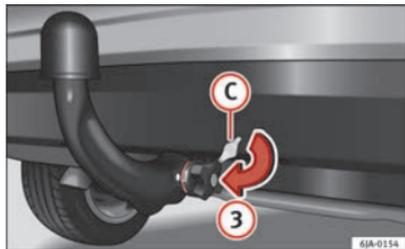

Fig. 118 Colocación de la tapa de la cerradura
- Cierre con llave (B) la cerradura de la ruedecilla manual girando la llave hacia la derecha hasta el tope, en el sentido de la flecha (1) – la flecha en la llave señala el símbolo “cerradura cerrada”.
- Extraiga la llave en el sentido de la flecha (2).
- Coloque la tapa (C) en la cerradura de la ruedecilla manual en sentido de la flecha (3) ⇒ fig. 118.